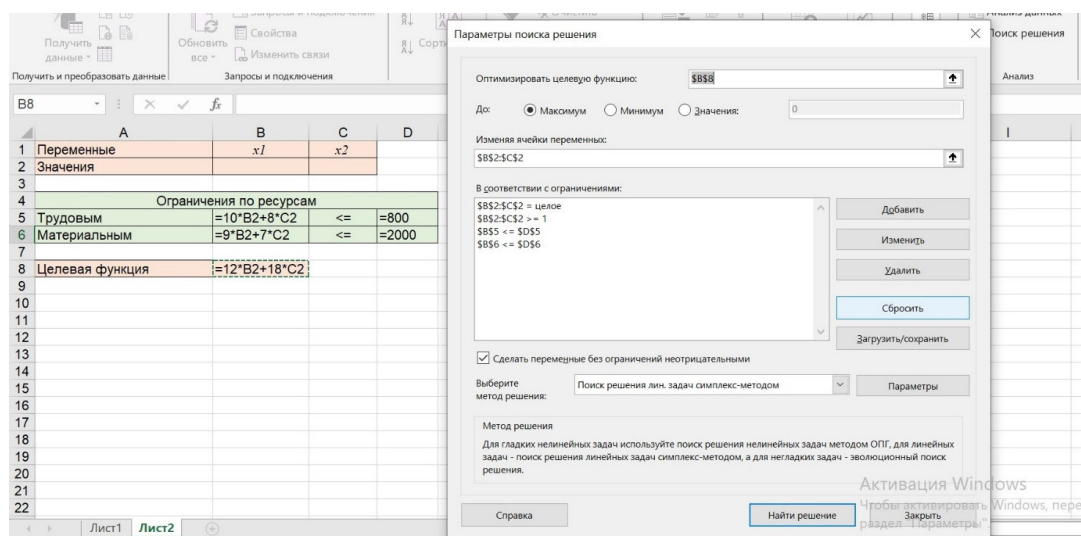

Рисунок 1 – Заполнение полей окна надстройки *Поиск решения*
3. Сформируем условия для решения в выбранной программе. Запустим надстройку *Поиск решения*, заполним необходимые поля (рис. 1):